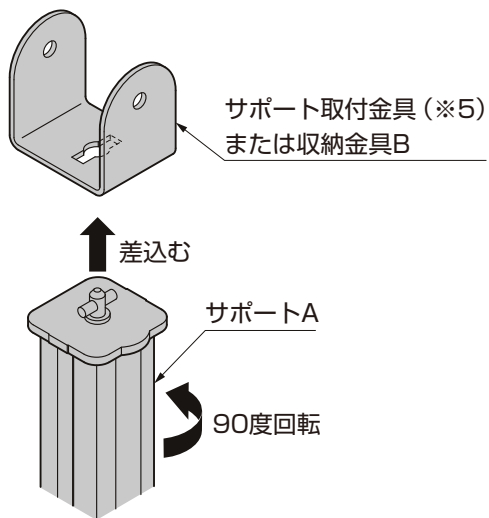

図6-1
- ①サポート頭部をサポート取付金具または上側の収納金具Bにカギ孔をあわせて差し込み、90°回して引掛けてください。(図6-1参照)